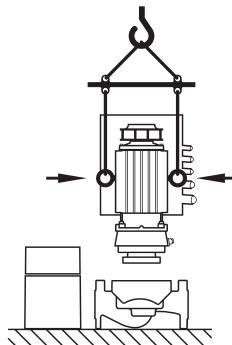

Fig. 9: Transporte del componente integrado
- De requerirse, p. ej. en caso de reparaciones, las armellas de transporte pueden cambiarse de la brida del motor a la carcasa del mismo (ver p. ej. fig. 9). Antes del montaje de las armellas de transporte en la carcasa del motor, desatornille los espaciadores de las aperturas para las armellas de transporte (Fig. 7, Pos. 20b) (ver capítulo 10.2.1 "Cambiar la junta del anillo deslizante" en la página 187).
- Si las armellas de transporte han sido desmontadas de la brida del motor y están montadas en la carcasa del mismo, solamente se pueden utilizar para sostener o transportar el componente integrado (Fig. 9), pero no para el transporte de toda la bomba, ni tampoco para separar el componente integrado de la carcasa de la bomba.